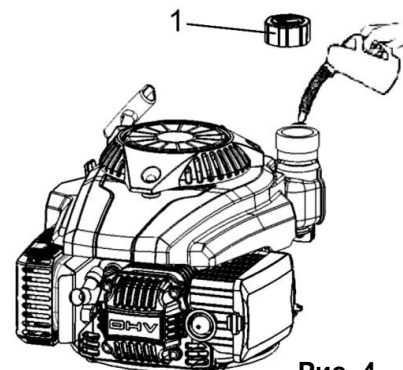

Рис. 4
- Округлите крышку топливного бака (1)(См. Рис.4). Проверьте уровень топлива.
- Открутите топливную крышку (1)(См. Рис.4). Аккуратно залейте в топливный бак бензин.